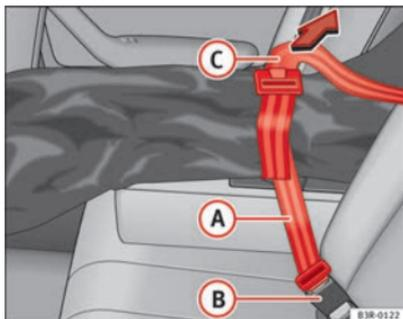

Fig. 118 Modo de prender o saco para objectos longos no fecho do cinto de segurança central do banco traseiro
- Introduza o cinto Ⓐ ⇒ Fig. 118 do saco no fecho do cinto central Ⓑ.